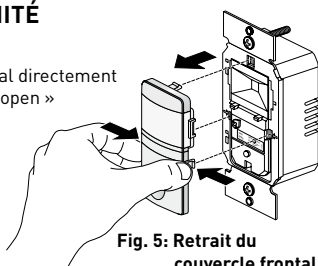

Fig. 5: Retrait du couvercle frontal
2. Saisir fermement les bords du couvercle frontal directement en dessous de la lentille, à l'endroit marqué « open » (ouvrir) (voir Fig. 5). Enfoncer d'abord un côté jusqu'à ce qu'il sorte, puis l'autre côté. Retirer le couvercle frontal de l'unité.
2. Saisir fermement les bords du couvercle frontal directement en dessous de la lentille, à l'endroit marqué « open » (ouvrir). Enfoncer d'abord un côté jusqu'à ce qu'il sorte, puis l'autre côté. Retirer le couvercle frontal de l'unité (voir Fig. 5).